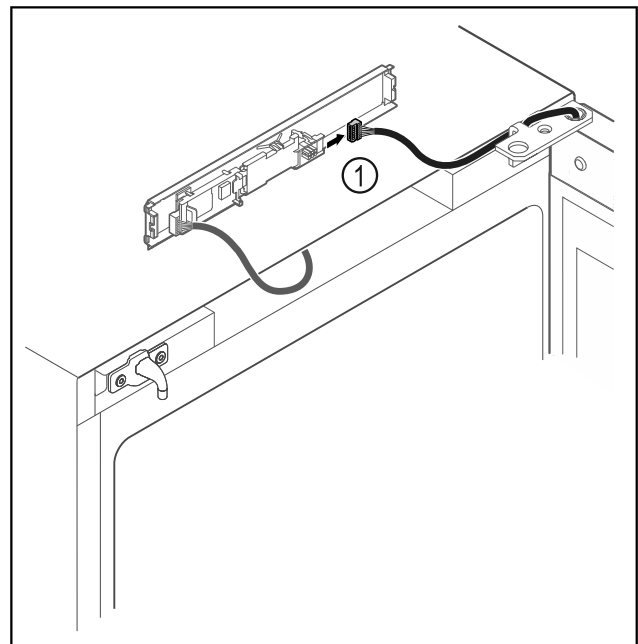

Fig. 18
- ▶ Odpojte zástrčku Fig. 18 (1) z dosky plošných spojov.